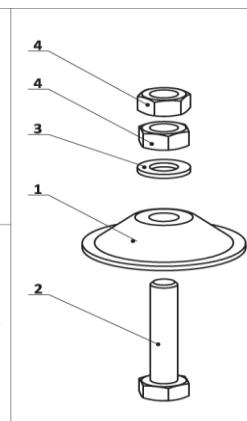

Fig.9
- Изправете уреда във вертикално положение и го нивелирайте, като регулирате височината на петите. В случаите, когато регулируемите пети са съставни, слободете петата като спазвате следната последователност (fig. 9):
*If the adjustment feet are delivered in separate parts you can assemble them as follow (fig. 9):
*in cazurile in care genunchierele au cateva parti componente, montati-le in urmatoarea ordine (fig.9):